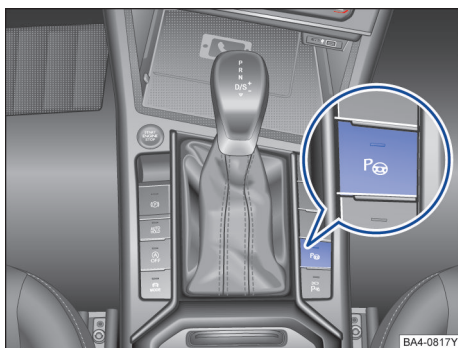

图 148 智能泊车辅助系统打开按钮
组成智能泊车辅助系统的零组件包括位于前后保险杠上的超声波传感器、开启和关闭智能泊车辅助系统的按钮(图 148)和组合仪表显示屏上的显示。
- 按下按钮(图 148)。
- 若要重新开始，则不能出现上述任一种情况，且要重新按下按钮(图 148)。
开启智能泊车辅助系统后，在辨识到停车位时，会在组合仪表显示屏上提示建议的驶入模式。智能泊车辅助系统自动选择停车模式。所选停车模式显示在组合仪表显示屏上→图 150①。其他备选停车模式显示为迷你显示概览图→图 150②。如果智能泊车辅助系统的选择结果与所需停车模式不符，则可再次按下按钮→图 148，选择另一个停车模式。